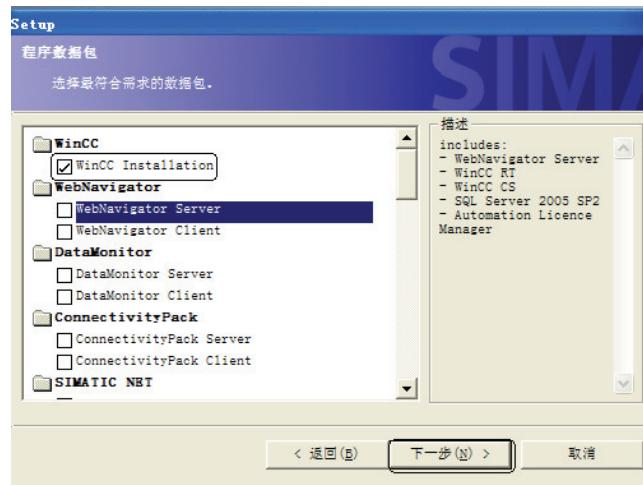

图 1-9 选择安装组件
4) 选择安装组件。选择“WinCC Installation”组件，如图 1-9 所示，单击“下一步”按钮，弹出“安装组件的类型”的界面，选择组件的类型为“WinCC V7.0 SP1 Standard”，单击“下一步”按钮，如图 1-10 所示。